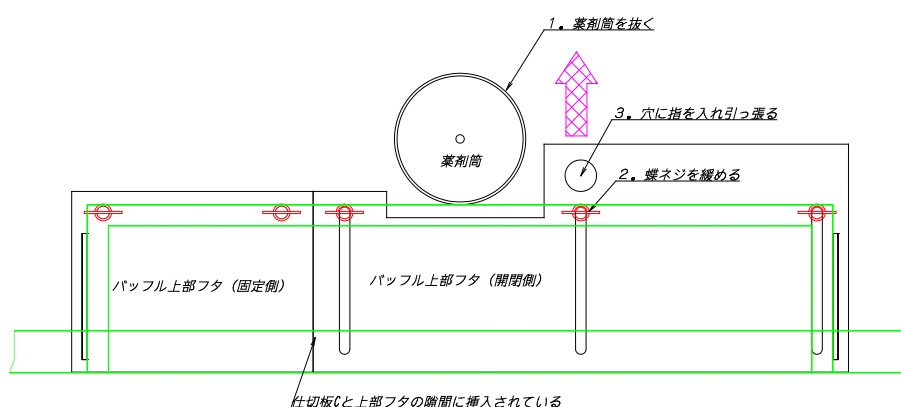

図4-3 バッフル上部フタの取り外し手順
- ①薬剤筒を引き抜き安全な場所に置きます。
- ②開閉側のバッフル上部フタを固定している蝶ナットを緩めて、バッフル上部フタを放流側へスライドさせます。(図4-3参照)